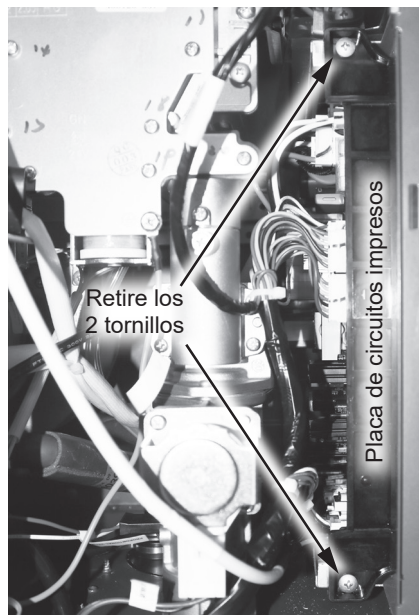

Figura 34 - Retiro de los tornillos de la PCI
- 10** Ubique la placa de circuitos impresos (PCI) en el lado derecho del calentador de agua. Use un destornillador Phillips para retirar los dos tornillos que fijan la PCI. Deje los tornillos a un lado en un lugar seguro para volver a instalarlos. Consulte la Figura 34.